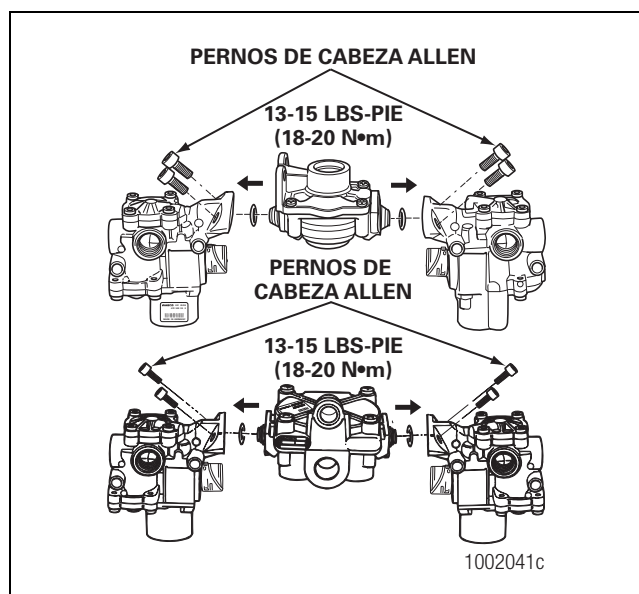

Figura 4.8
1. Retire el paquete de válvulas de ABS del vehículo. Figura 4.8.